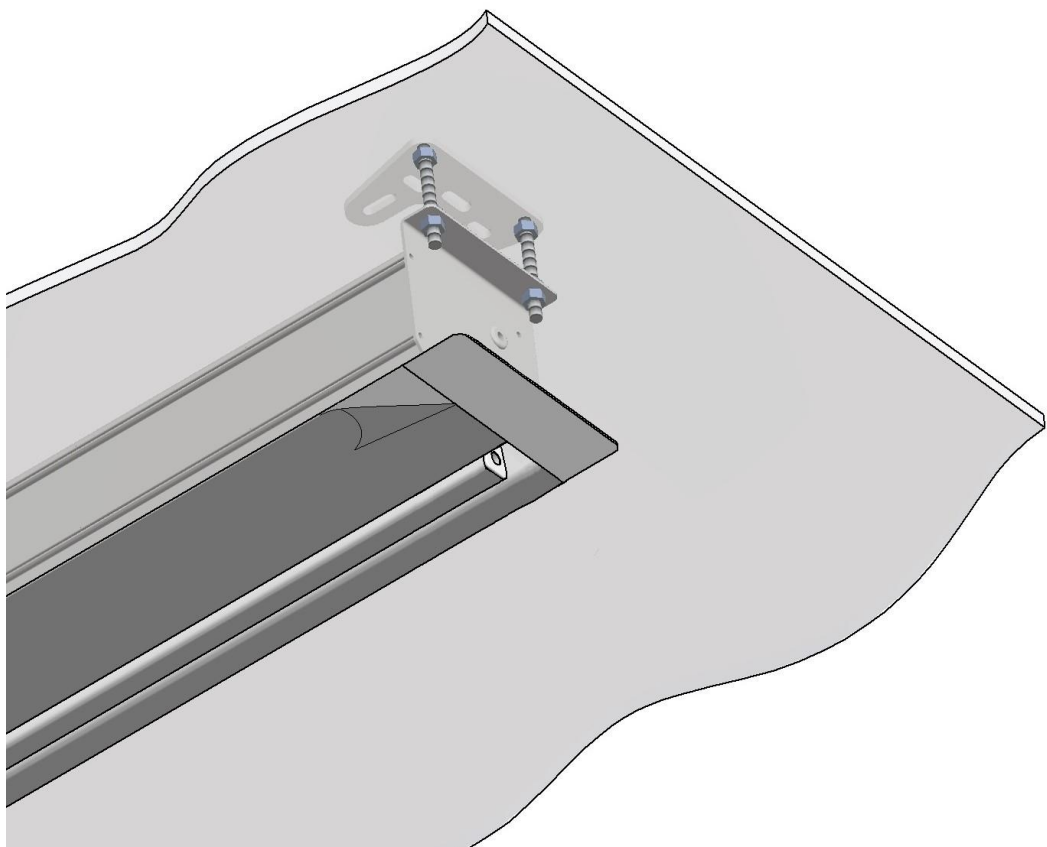

Rys.11
12. Po ostatecznym sprawdzeniu całości instalacji załóż maskownice boczne na neodymowe magnesy przyklejone do maskownic (**Rys. 11**). W ekranach z naciągiem bocznym rozwiń całkowicie powierzchnię. Jeżeli jest taka konieczność, korzystając z klucza ampulowego wyreguluj siłę naciągu śrubami po obu stronach dolnej belki.